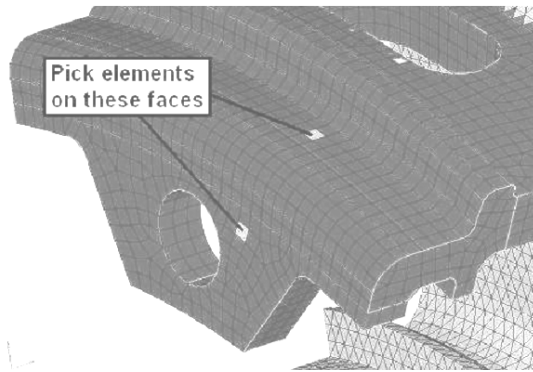

图 11-23 选择单元
- (1) 在 mesh 菜单中选择 organize elements to component。
- (2) 选择一个水平和垂直方向的一个单元，如图 11-23 所示。